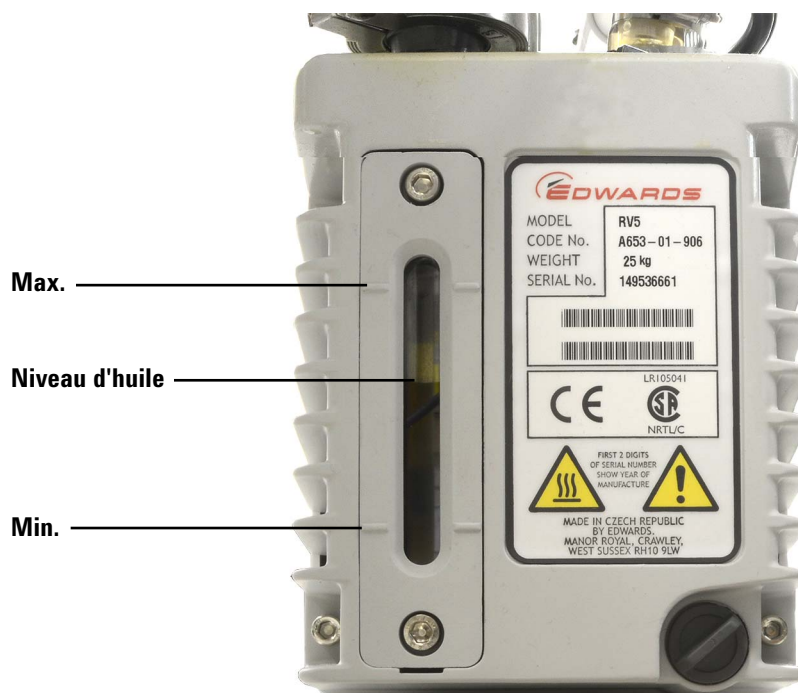

Figure 16 Vérification du niveau d'huile
- 4** Versez la nouvelle huile jusqu'à ce qu'elle atteigne pratiquement le niveau maximal indiqué sur la fenêtre de niveau, mais sans le dépasser. Reportez-vous à la Figure 16, page 80.
- 6** Versez la nouvelle huile jusqu'à ce qu'elle atteigne pratiquement le niveau maximal indiqué sur la fenêtre de niveau, mais sans le dépasser. Reportez-vous à la Figure 16, page 80.